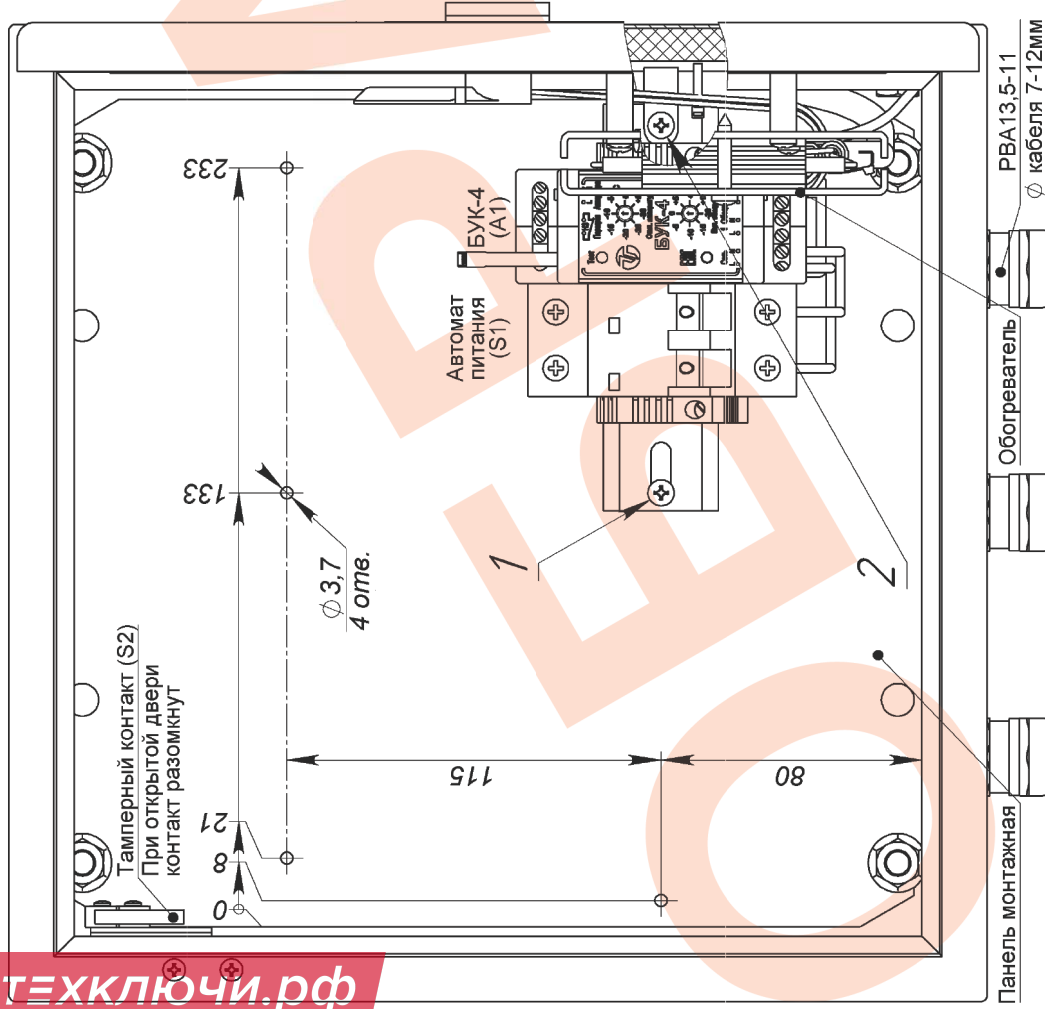

Рис.1. Устройство термощафа (дверь открыта на 90°)
Для установки в термощаф телевизионного (электронного) оборудования необходимо извлечь монтажную плату (рис.1) из термощафа, для чего необходимо:
3. Снять с монтажной платы DIN-рейку с установленными на ней автоматом питания S1, блоком управления климатом БУК-4, выкрутив крепящие DIN-рейку саморезы 1 и 2 (рис.1).